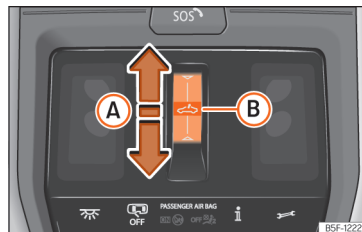

Abb. 99 Im Dachhimmel: Taste des Glasdachs.
- Automatische Bewegung: den Finger nach hinten über den Funktionsbereich **» Abb. 99 A** ziehen.
- » **Abb. 99** Ⓐ ziehen und gedrückt halten bis das Dach vollständig geschlossen ist.